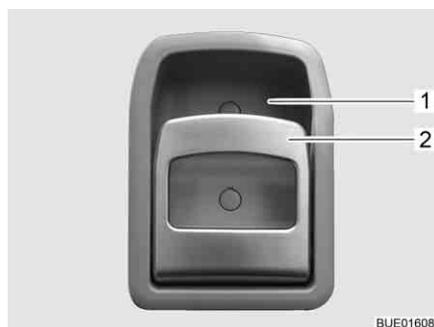

Fig. 42 Cerradura de la puerta de entrada, en el interior
- Tirar del tirador (Fig. 42,2). Se desbloqueará o bien abrirá la cerradura de la puerta.
- Presionar la parte superior del tirador (Fig. 42,2) hacia el alojamiento del tirador (Fig. 42,1). Se bloqueará la cerradura de la puerta.